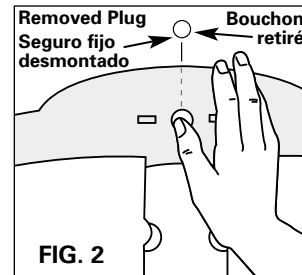

FIG. 2
2. Remove plug by pushing up on it from inside dispenser back (see Figure 2).
2. De l'arrière de la boîte distributrice, pousser le bouchon pour le retirer (Figure 2).